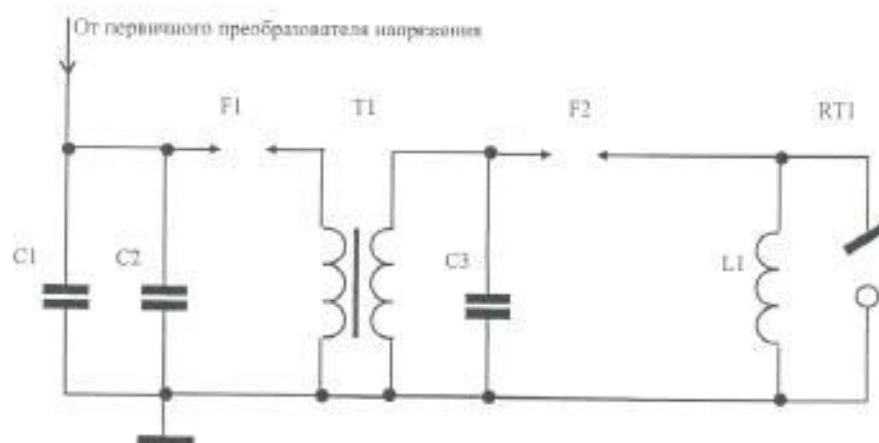

Рис.4
5.1.2. Импульсный источник высокого напряжения построен по схеме трансформатора Тесла (рис.4).